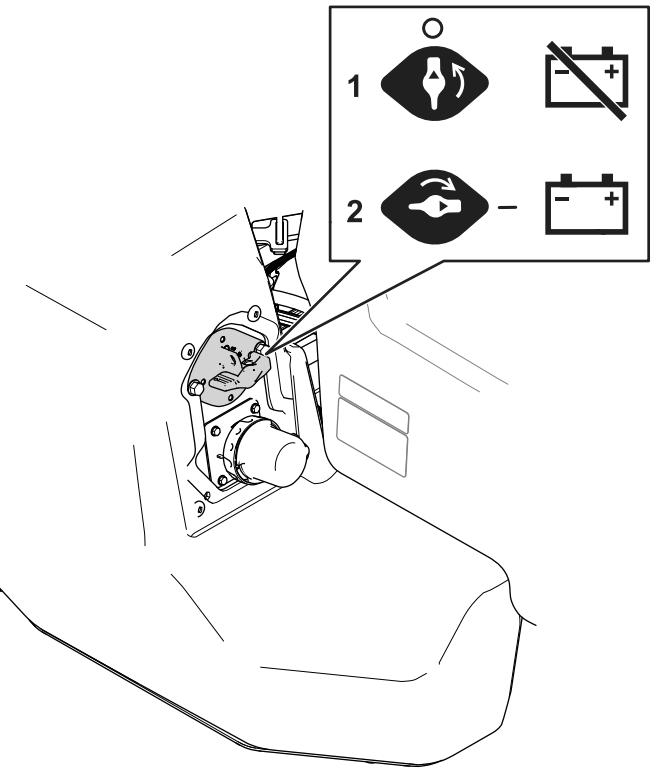

Bild 46
2. Bringen Sie den Trennschalter des Akkus in die gewünschte Position, wie in **Bild 46** dargestellt.